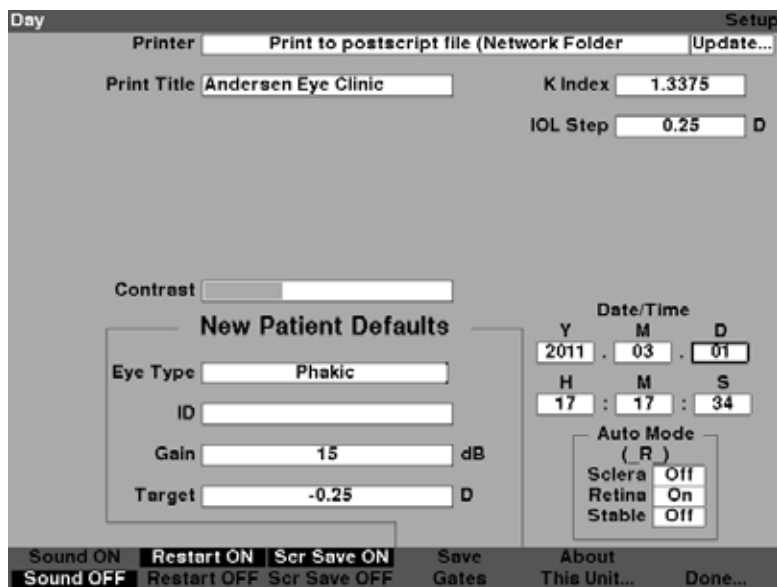

Figura 5-64 Campo do dia selecionado
1. Dentro da tela de Configuração, gire o botão para selecionar o campo do Dia da data, indicado pela borda sólida em preto conforme mostrado na Figura 5-64.